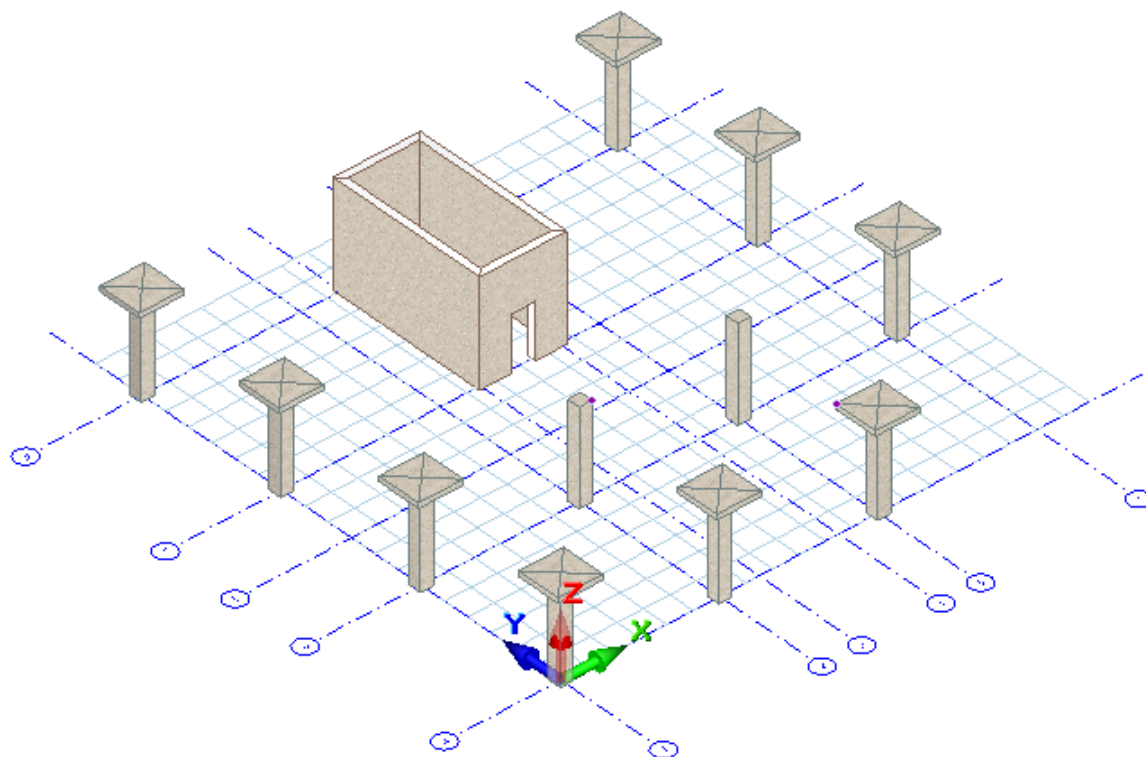

Рис.6.7. Схема расположения колонн и стен
- Выполните построение ядра жесткости, последовательно вводя пару точек 2Д-4Г (рис.6.7).
- Переместите курсор в окно графического вида и поместите его на изображение стены, расположенной на оси Г (рис.6.7).